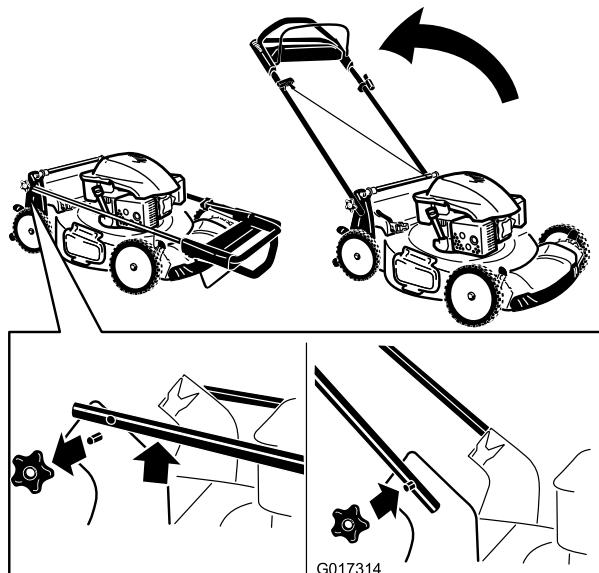

Figura 3
1. Retire y guarde los pomos del manillar de la carcasa de la máquina (Figura 3).